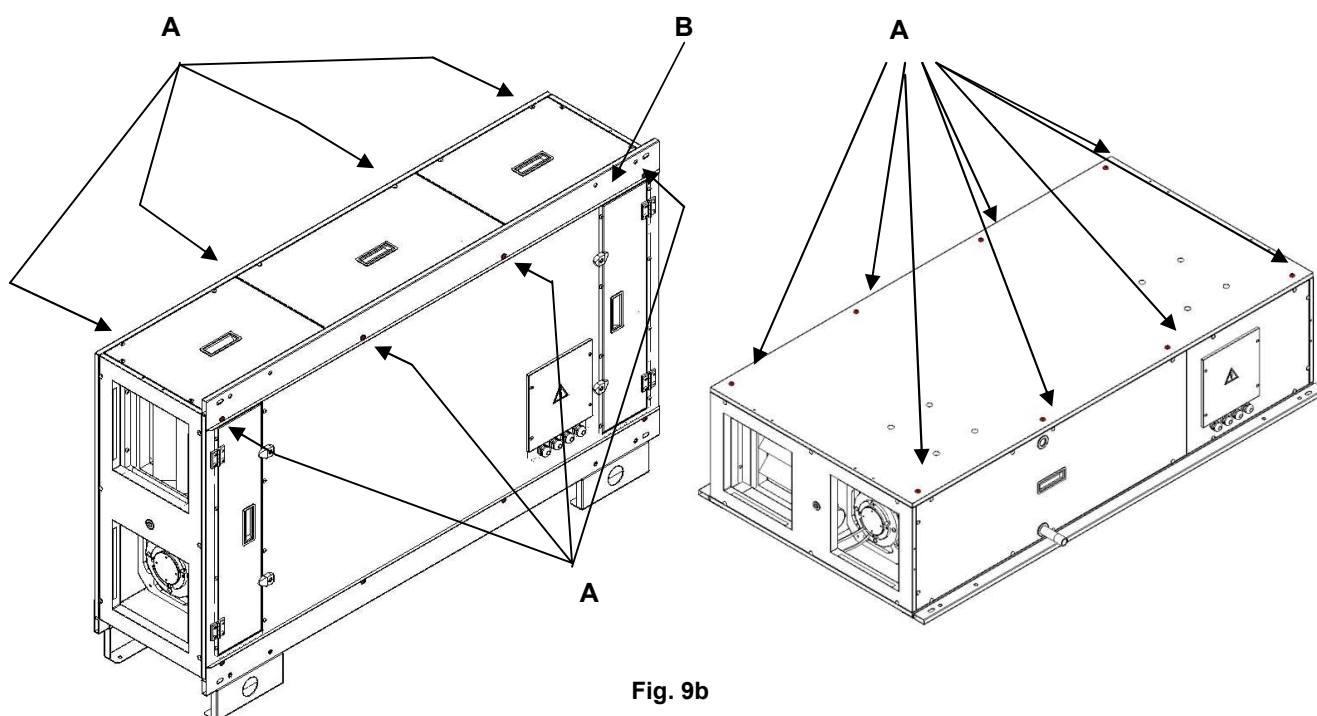

Fig. 9b
- W celu przymocowania elementów okrycia dachowego należy odkręcić śruby M6 za pomocą klucza imbusowego 5mm (**A na fig. 9b**); następnie, w przypadku jednostki pionowej należy usunąć górny wspornik (**B**).